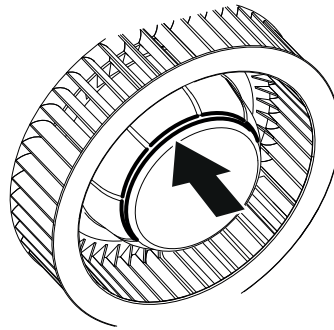

**Fig. 4**
Løsne ventilatorhuset ved å bøye ut klipsen i pilretningen (1) og trykke ventilatorhuset fra deg og nedover (2), Fig. 4.